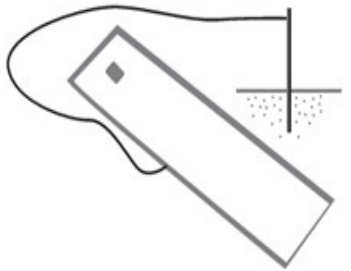
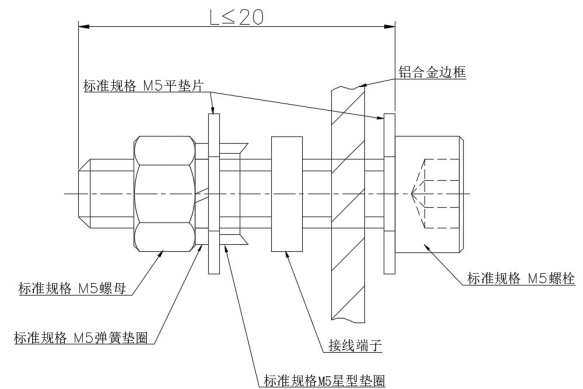

图 9 组件接地图
图 10 接地螺栓安装示意图
4.1.3 组件铝边框和组件支架必须接地，如图 9 所示，每个组件均有接地孔，并在边框上做标记（建议每个组件的串联/并联必须接地一次）。接地螺栓安装方式如图 10 所示。接地线和边框将通过预留接地孔可靠接地，通过安装螺栓 $\text{M5} \times 10 \sim 15$ 匹配平垫圈、弹簧垫圈和螺母。组件和接地线应通过接线头完美连接。可安装负极接地逆变器，防止 PID 现象。